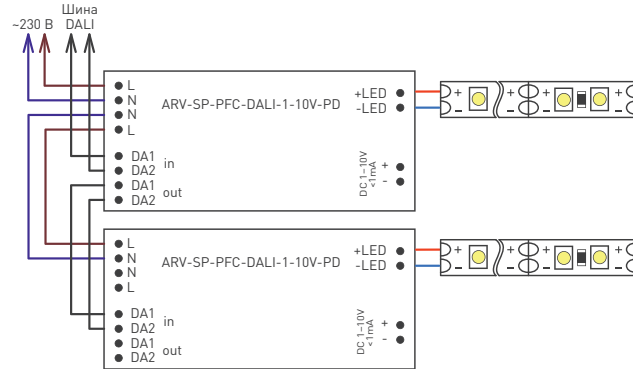

Рис. 1. Структурная схема соединения оборудования при использовании управления **DALI**
- 3.6. Если используется управление **DALI**, подключите провода к шине **DALI** (обозначены как **DA1** и **DA2**). Структурная схема соединения оборудования при управлении **DALI** показана на рис. 1.